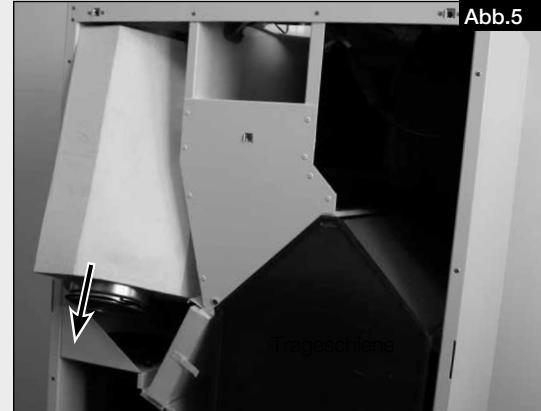

Abb.5
2. Unterseite des Schalldämpfers herausschwenken und den Schalldämpfer nach unten aus dem Gerät herausnehmen (s. Abb. 5).